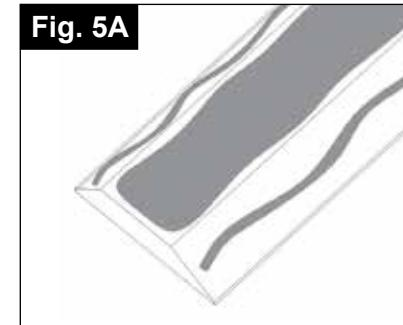

Fig. 5A
**B** Aplique un cordón grueso y continuo de sellador de silicona a lo largo del área trasera plana de la moldura y un cordón continuo de 6,35 mm en los bordes biselados de la moldura. (Fig. 5A)